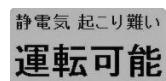

図 7-6
14) [静電気 起こり難い]が表示されるまで、ソープを徐々にベースタンクへ追加してください。（図 7-6）